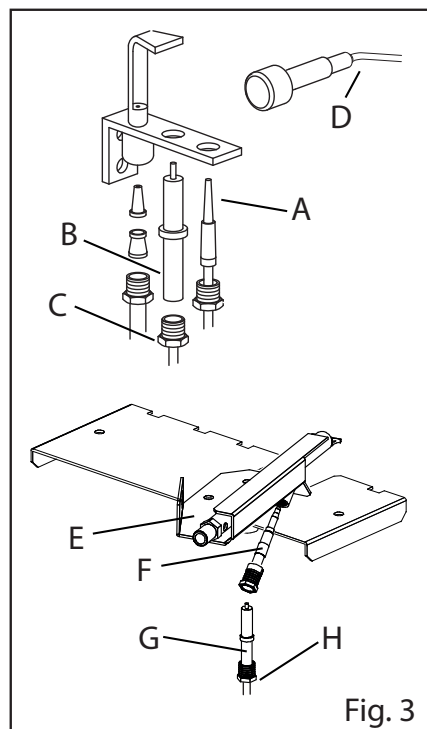

Fig. 3
- Dévisser l'injecteur de son emplacement (Fig. 3).
- Dévisser le corps pilote (uniquement pour les modèles 980 - Fig. 3/E)
- Dévisser le thermocouple du pilote (Fig. 3/A pour 700 - Fig. 3/F pour 980)
- Débrancher le câble de haute tension de la bougie (Fig. 3/B pour 700 - Fig. 3/G pour 980)
- Dévisser l'écrou (Fig. 3/C pour 700 - Fig. 3/H pour 980)
- Raccorder le câble de haute tension (Fig. 3/B pour 700 - Fig. 3/G pour 980)
- Débrancher le câble de l'allumeur piézoélectrique (Fig. 3/D)